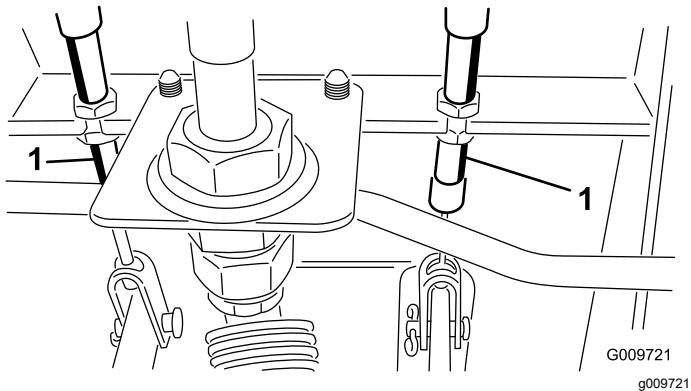

図 87
A. ブレーキケーブル図 87 の端にある前ナットをゆるめる。